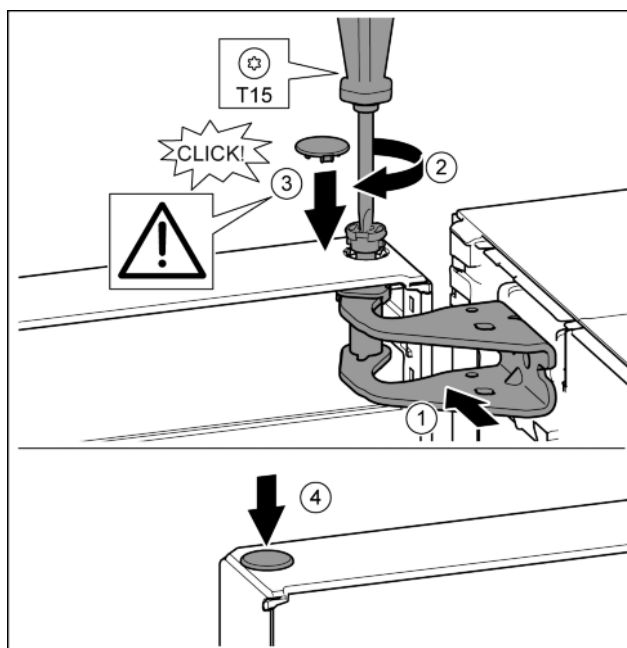

Fig. 18
- ▶ Wyrównać drzwi u góry względem otworu w płycie zawiasu. Fig. 18 (1)
- ▶ Założyć sworzeń i dokręcić śrubokrętem T15. Fig. 18 (2)
- ▶ Zamontować osłonę bezpieczeństwa w celu zabezpieczenia drzwi: Włożyć osłonę zabezpieczającą i sprawdzić, czy przylega ona do drzwi. Ponadto założyć cały sworzeń. Fig. 18 (3)
- ▶ Założyć zatyczkę. Fig. 18 (4)